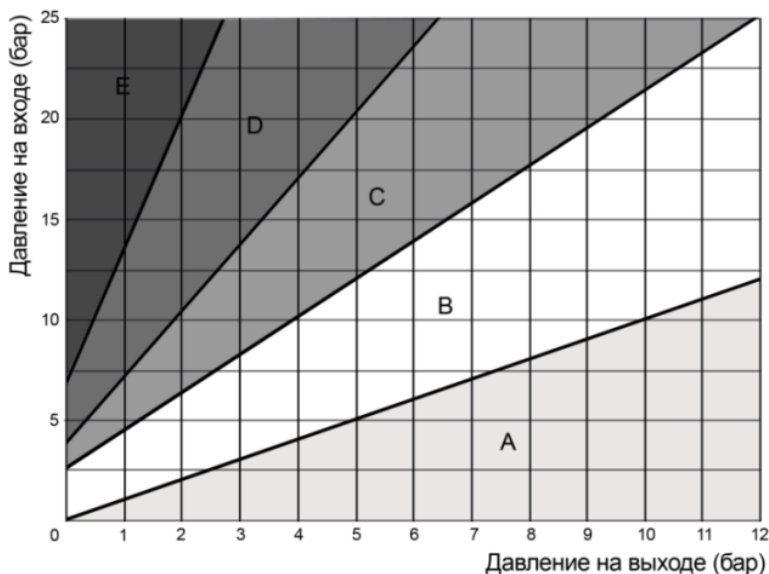

Рисунок 6 - Диаграмма кавитаций
8.4. При расчёте, подборе и настройке РПД очень важно учитывать условия возникновения кавитации, прежде всего, для предотвращения повреждения трубопроводов и оборудования или, как минимум, возникновения шумов и вибраций. Для этого рекомендуется руководствоваться диаграммой кавитаций (рис. 6).